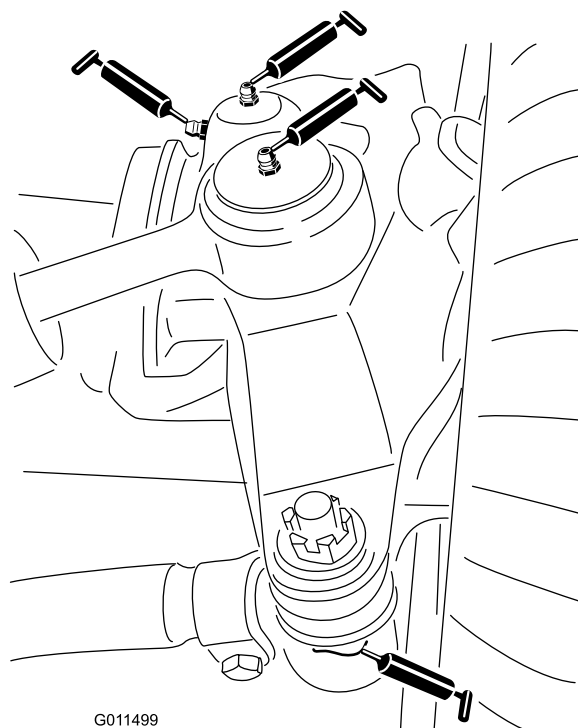

Figure 60
- Rotules de vérin de direction (2) (Figure 60)
- Rotules de biellettes (2) (Figure 60)
- Bagues de pivots de fusées (2) (Figure 60).